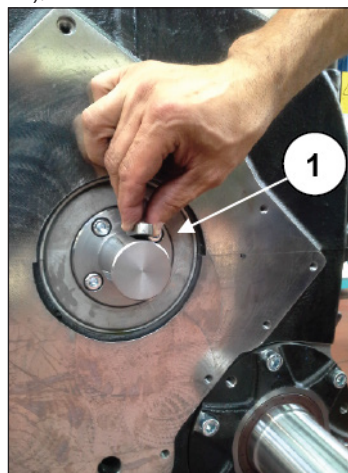

Fig. 124
Inserire in sede la linguetta sul codolo comando pompa olio (pos. ①, Fig. 124).